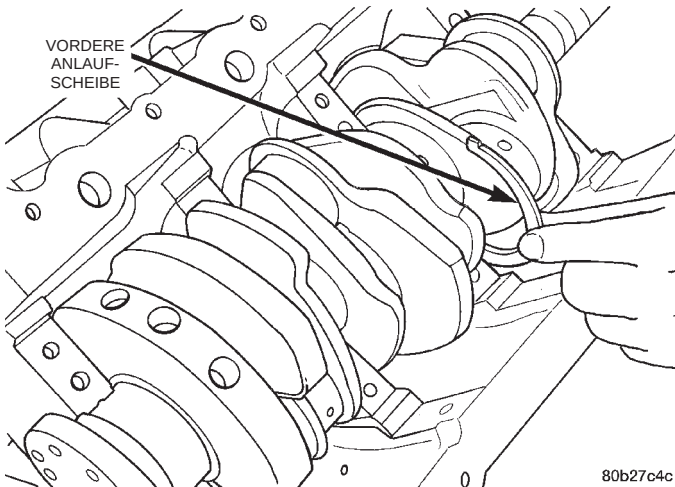

Abb. 46 Anlaufscheibe montieren
(1) Kurbelwelle einbauen.
(2) Kurbelwelle bis zum Anschlag nach vorn schieben. Vordere Anlaufscheibe schmieren und die Scheibe mit einer rollenden Bewegung in ihre Einbauposition auf dem gefrästen Absatz zwischen Hauptlagersteg 2 (Oberteil) und der Anlauffläche der Kurbelwelle bringen (Abb. 46).
(3) Kurbelwelle bis zum Anschlag nach hinten schieben. Hintere Anlaufscheibe schmieren und die Scheibe mit einer rollenden Bewegung in ihre Einbauposition auf dem gefrästen Absatz zwischen Hauptlagersteg 2 (Oberteil) und der Anlauffläche der Kurbelwelle bringen.